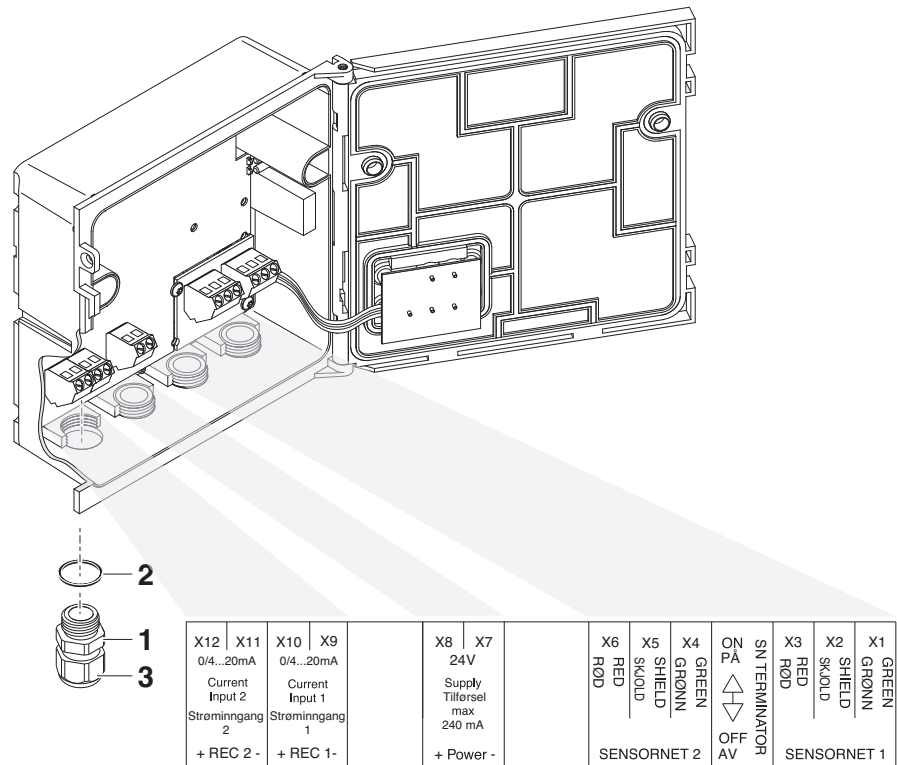

Fig. 3-1 Klemmeklemme MIQ/IC2
- 3 | Skru kabelgjennomføringen (pos. 1 i Fig. 3-1) med tetningsringen (pos. 2) inn i modulhuset.
4	Løsne koblingsringen (pos. 3 i Fig. 3-1).
7	Stram koblingsringen (pos. 3 i Fig. 3-1).